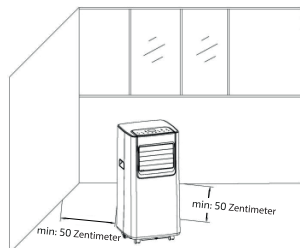

Fig. 4
- Der Abstand zwischen Mobiles klimagerät und Wände bzw. andere Objekten muss mindestens 50 cm sein (wie auf Abb. 4 zu sehen ist).